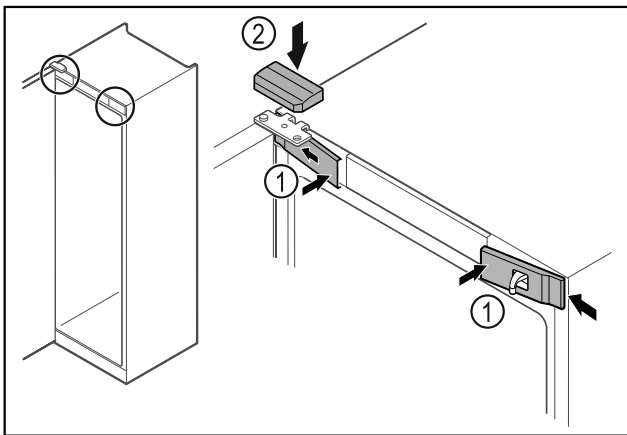

Fig. 43
- ▶ Přední kryty Fig. 43 (1) bočně zahákněte a zaklapněte.
- ▶ Horní kryt Fig. 43 (2) shora zaklapněte.